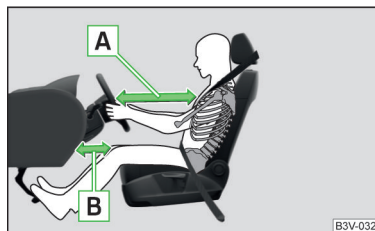

Fig. 9
- Atât pentru șofer cât și pentru pasagerul față este important să păstreze o distanță de aproximativ 25 cm față de volan, respectiv de planșa de bord » fig. 9 - [A]. Dacă nu se respectă această distanță, sistemul airbag nu își poate exercita eficiența maximă – pericol de moarte! Pe lângă acestea, scaunele din față și tetierele trebuie să fie întotdeauna reglate în funcție de mărimea corpului.
- Reglați longitudinal scaunul șoferului în așa fel, încât distanța de la picioare la planșa de bord să fie de minim 10 cm în zona airbagului pentru genunchi » fig. 9 - [B]. Dacă, din rațiuni de mărime corporală, nu este posibil să se îndeplinească această condiție, adresați-vă unei unități service specializate.